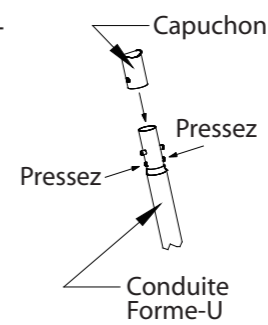

FIG.3
3. Repérez les conduites (Forme-U) et leurs Capuchons. Installez les Capuchons sur les extrémités des (Forme-U). Voir Fig. 3 pour l'installation des Capuchons; tournez lentement chaque Capuchon jusqu'à que les boutons s'enclenchent dans les trous.